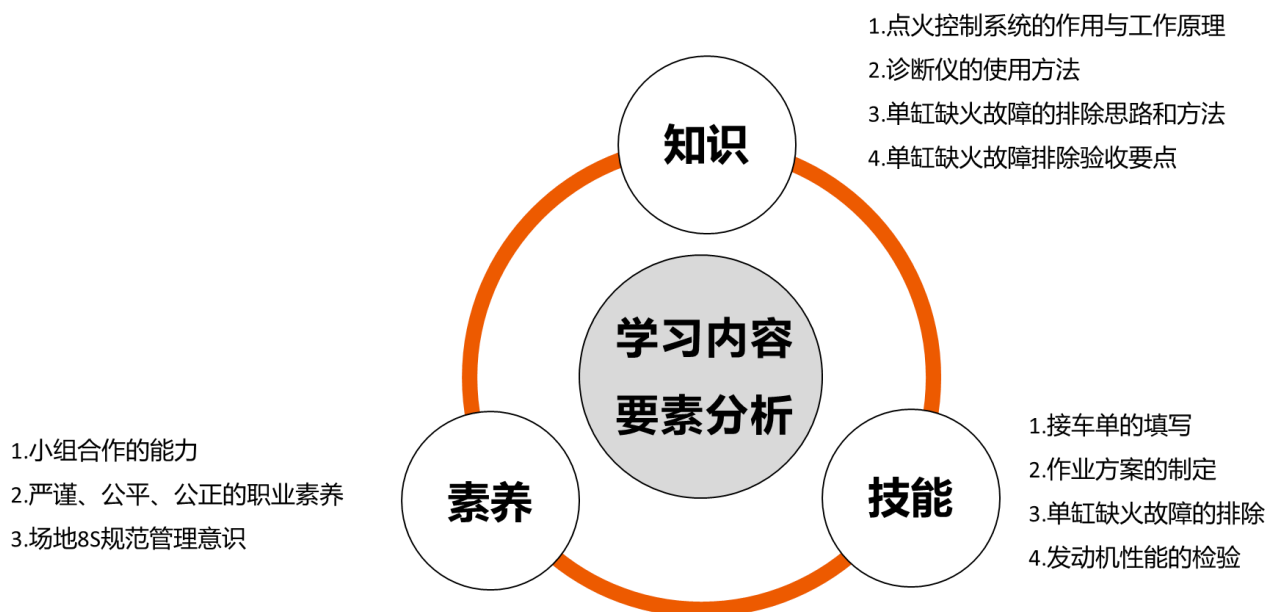

图 4 学习内容要素分析
1. 学习内容要素分析如图 4 所示：包含理论知识、技能知识和职业素养三部分内容。